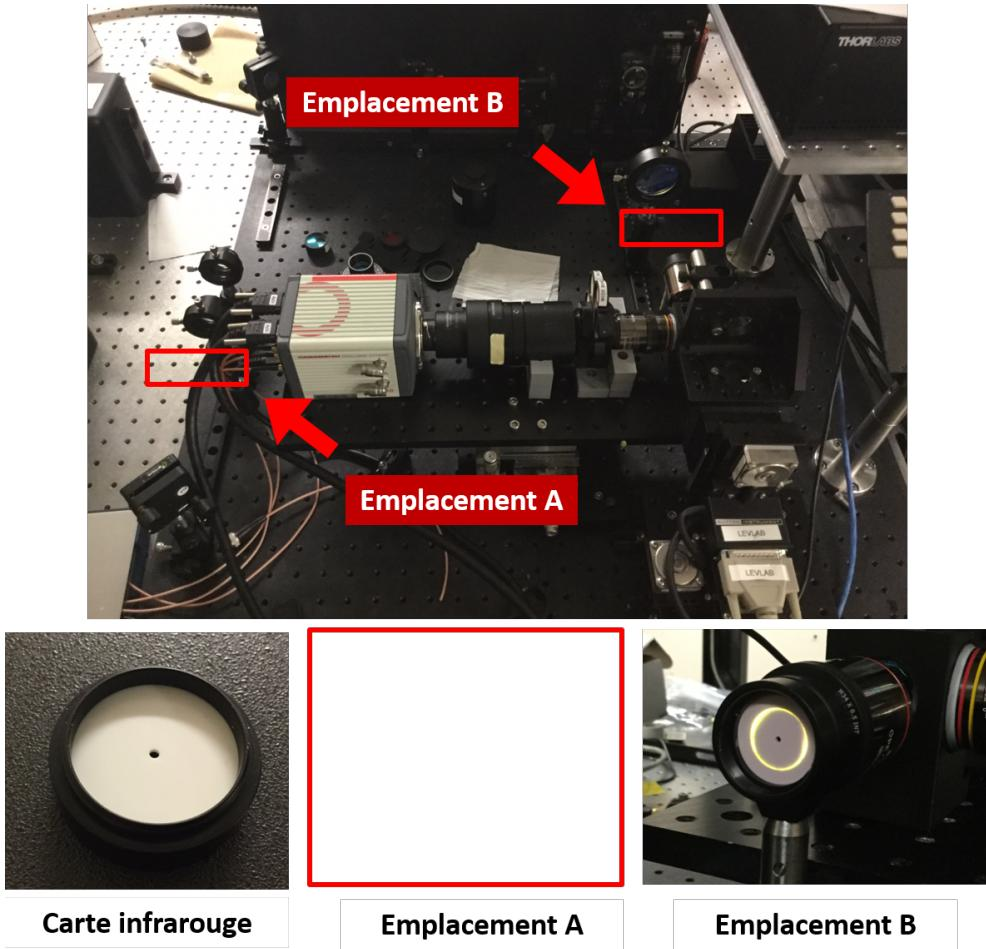

Figure 8 – Carte infrarouge
10. A l'aide d'une carte infrarouge, vérifier que le faisceau laser a la forme d'un cercle plein à l'*emplacement A* et d'un anneau à l'*emplacement B* (voir figure 8).